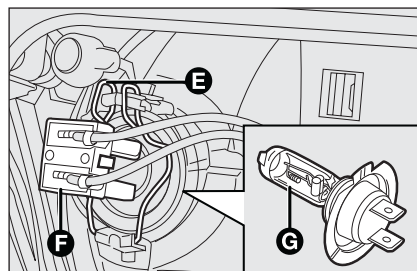

fig. 22
- ☐ débrancher le connecteur électrique **F**-fig. 22;